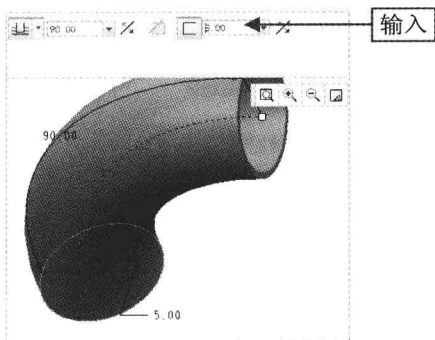

图 5-35 设置参数
Step 03 在“输入侧 1 的角度值”数值框中输入 90,单击“加厚草绘”按钮,在“输入厚度值”数值框中输入 5,如图 5-35 所示。